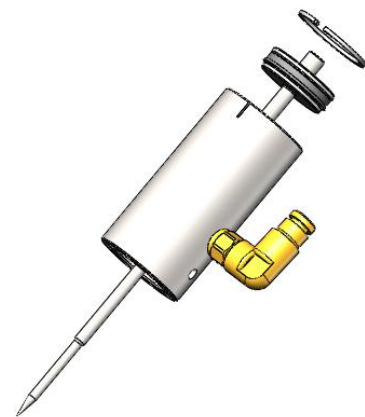

图 9.5
5、使用卡簧钳先将阀体内卡簧取出，再将撞针组件从阀体中推出，如图 9.5 所示。使用蘸有酒精的无纺布对撞针和活塞表面进行清洗；